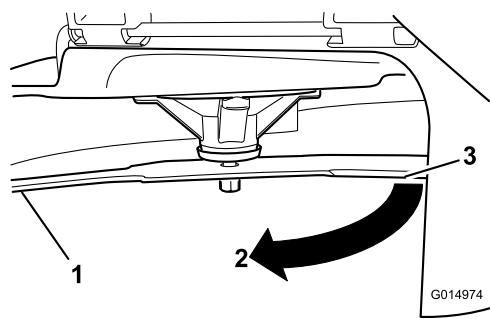

Figura 52
- Distância medida entre a lâmina e a superfície (A)
- Rode a mesma lâmina 180 graus para que a extremidade de corte oposta esteja agora na mesma posição (Figura 52).